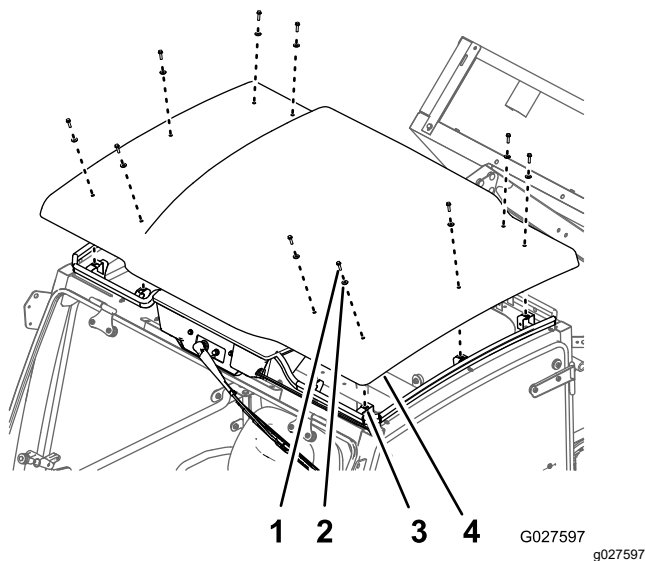

Bild 13
1. Entfernen Sie die zehn Schrauben ($\frac{1}{4}$ " x 1") und zehn Dichtungsscheiben ($\frac{1}{4}$ "), mit denen die Dachplatte an den Dachstützhalterungen der Kabine befestigt ist (Bild 13).